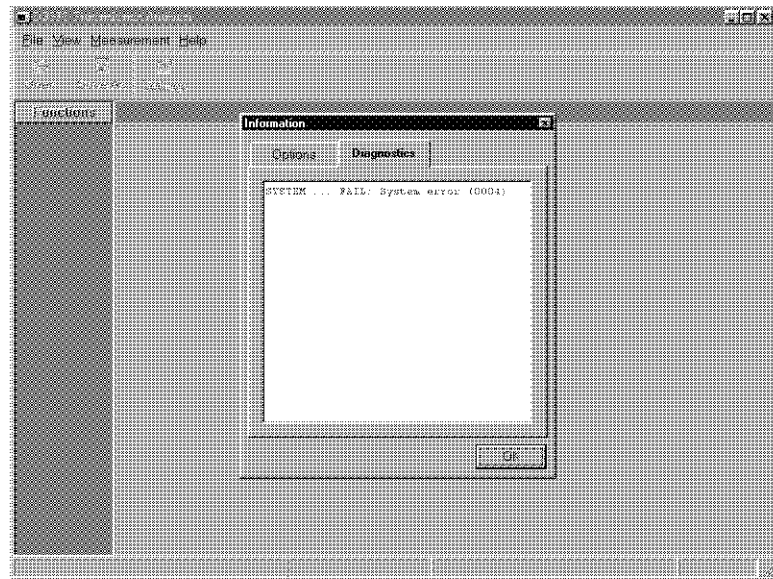

図 1-14 セルフ・テスト・エラー表示
2. 測定初期画面が表示されたあと、図 1-14 のようなインフォメーションが表示された場合は、「2.7.12 セルフ・テスト」を参照して下さい。